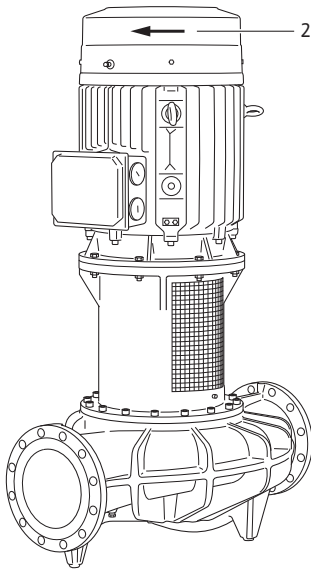

Fig. 47: Проверете посоката на въртене
- Чрез кратко включване проверете дали посоката на въртене съвпада със стрелката върху капака на вентилатора (виж Fig. 47, поз. 2). При погрешна посока на въртене процедирайте както следва: